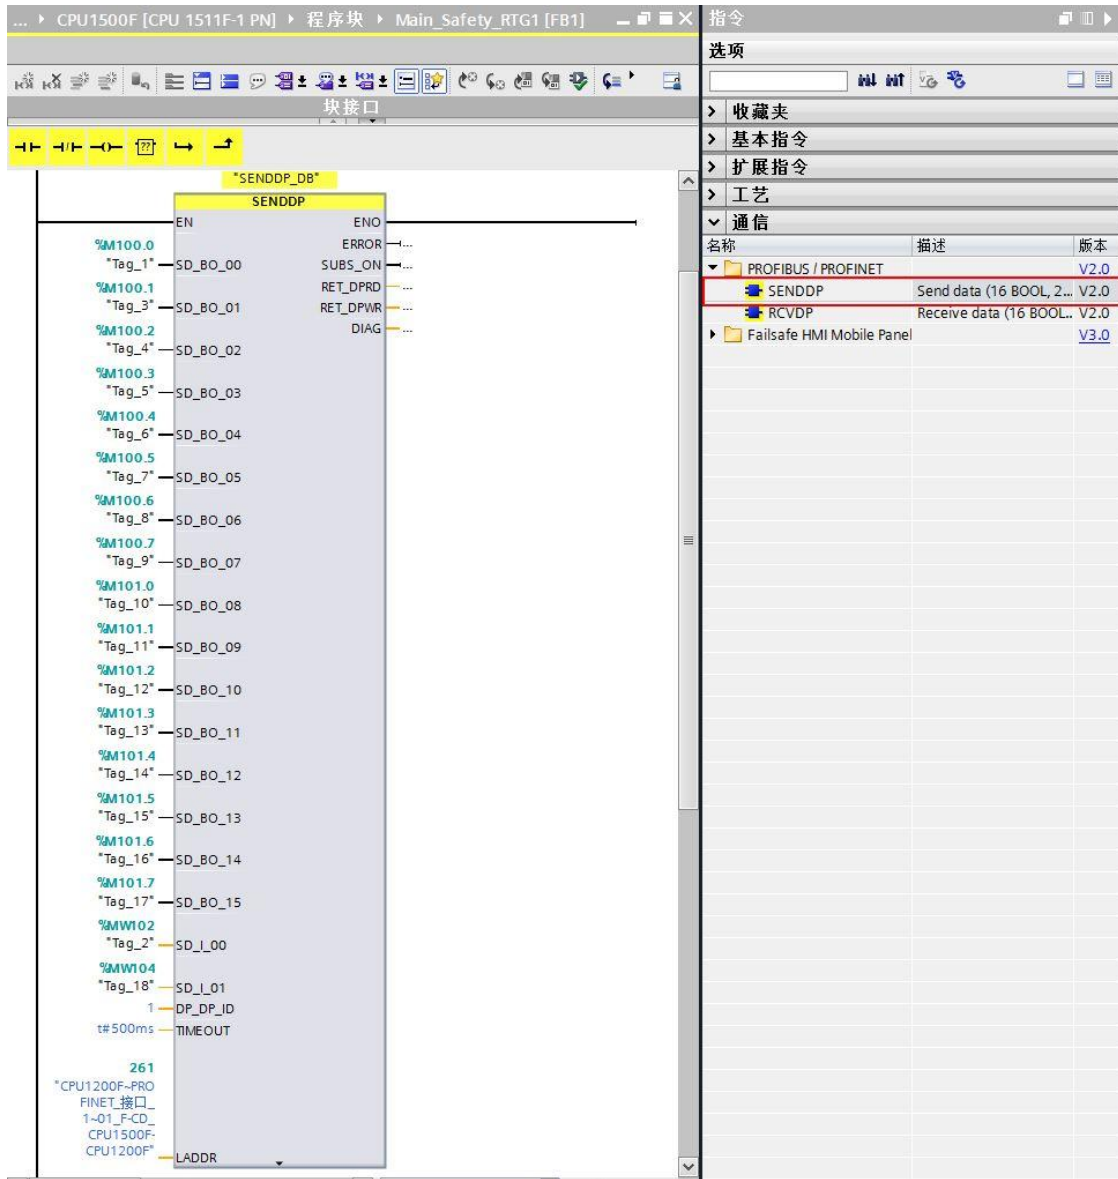

图 2-17 发送指令程序参数管脚
6) S7-1500F 侧，在“ Main_Safety_RTG1”（FB1）中，调用发送程序指令 SENDDP，如图 2-17。